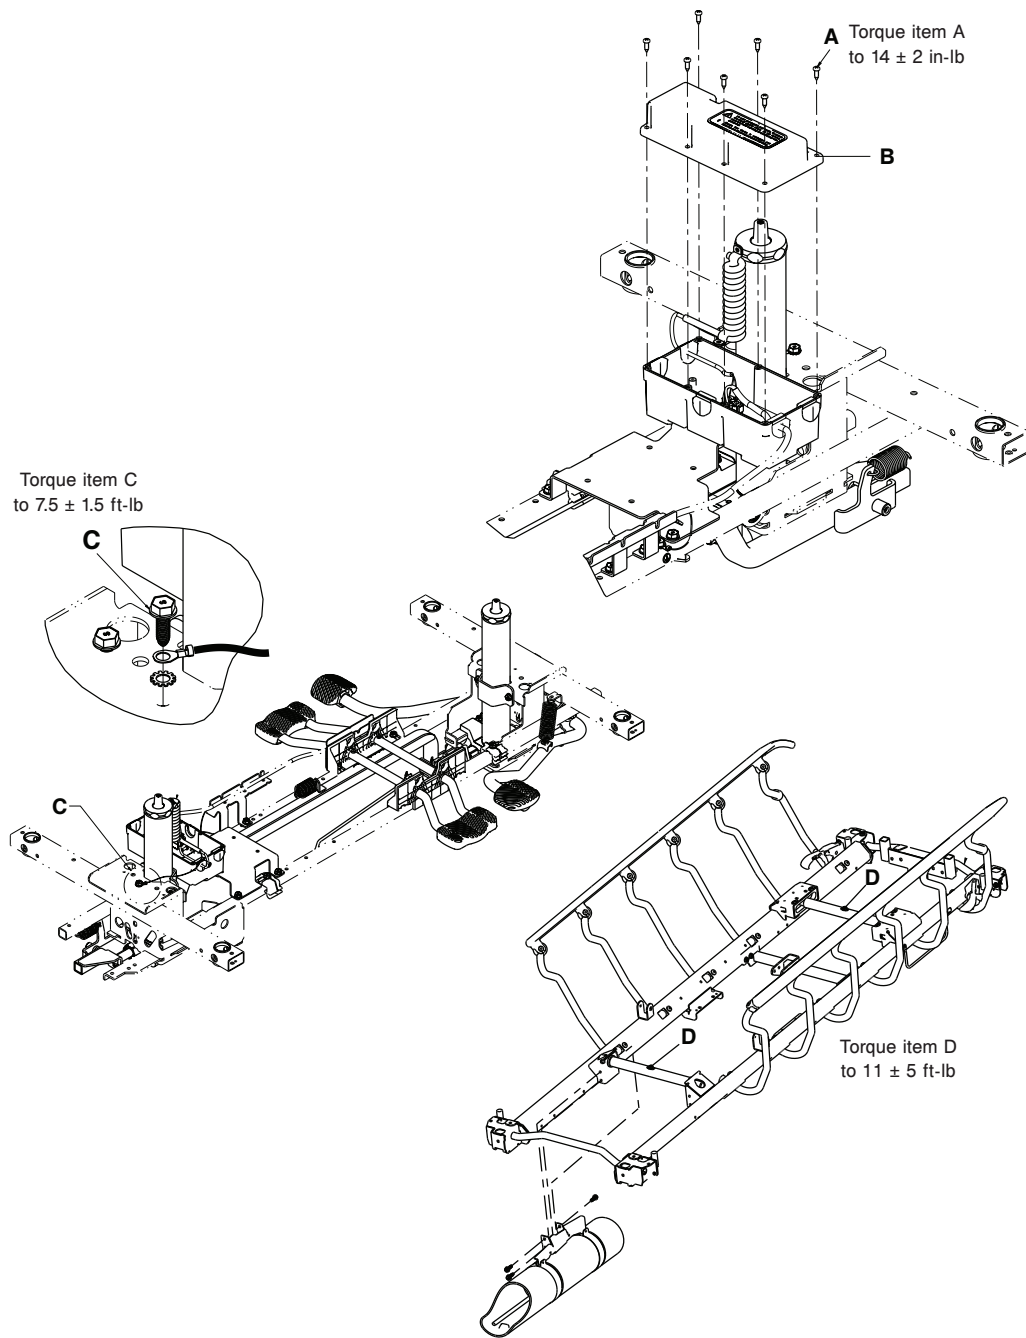

Figure 23 – Retrait du plan de couchage - électrique
3. À l'aide d'une douille de 1/2 po avec une extension de clé de 3/8 po et une clé à cliquet de 3/8 po, retirer les sept vis de taraudage à tête cylindrique (A) qui fixent le couvercle du boîtier d'alimentation (B) (Figure 23). Lors de la réinstallation, utiliser une clé dynamométrique de 3/8 po (po-lb) pour serrer les vis à 14 ± 2 po-lb.